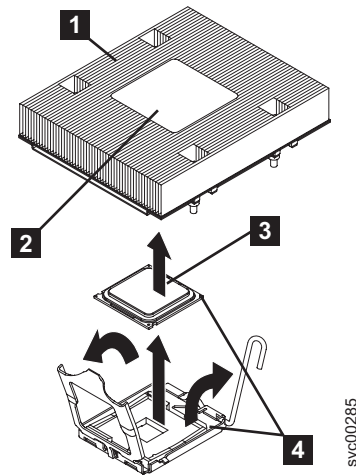

図 181. マイクロプロセッサからヒートシンクを取り外す
3. ヒートシンク (図 181 の **1**) を取り外します。ヒートシンクの片側にある 2 つの拘束ねじを十分緩めてから、他方の 2 つの拘束ねじを緩めます。(これにより、ヒートシンクとマイクロプロセッサの接着状態が切り離されることになります。) 拘束ねじを緩めた後でヒートシンクを取り外します。